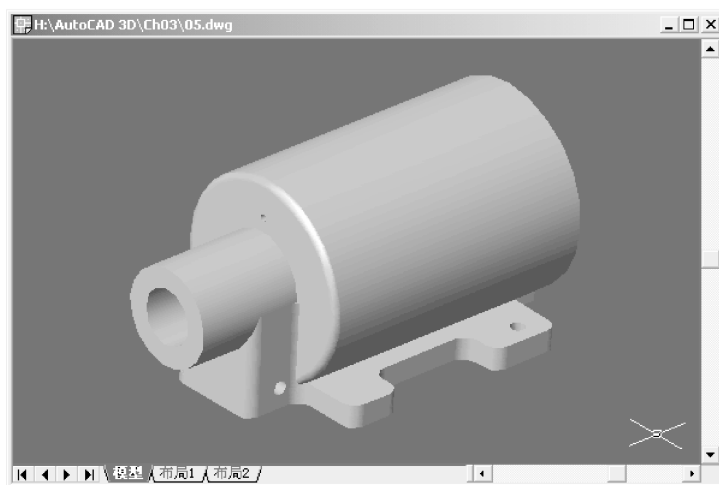

图 3-13 体着色的示例
(4) 选中快捷菜单中的“着色模式”→“体着色”菜单项，可以使用体着色模式表示三维对象。体着色是在平面着色的基础上，将对象的边进行平滑处理，从而使着色后的对象更为平滑。尤其是对于曲面，使用体着色模式显示可以比平面模式更为接近真实的情况。图 3-13 显示了以体着色模式显示的机械模型。